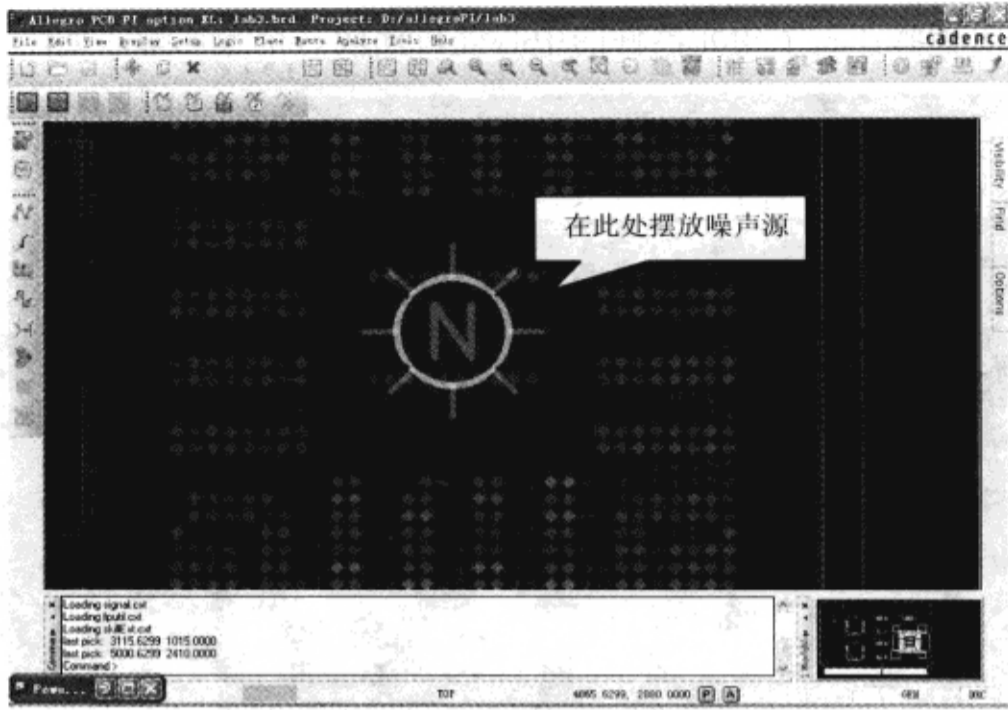

图 9-7-18 摆放噪声源
(6) 在“Select Noise Source Component”对话框中单击“OK”按钮，如图 9-7-18 所示。